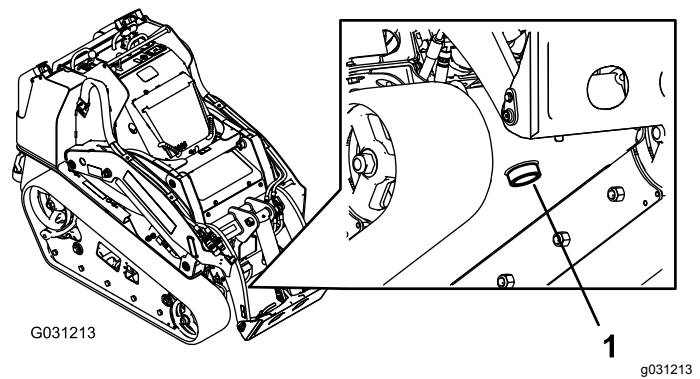

Bild 66
7. Stellen Sie eine große Auffangwanne (Fassungsvermögen von 57 l) unter die Ablassschraube vorne an der Maschine (Bild 66).
8. Entfernen Sie die Ablassschraube und lassen das Öl in die Auffangwanne abfließen (Bild 66).